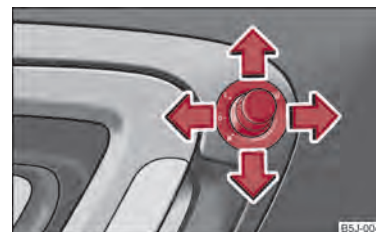

Fig. 33 Interiorul ușii: Buton rotativ
- Aduceți butonul rotativ în poziția ☞ → fig. 33.